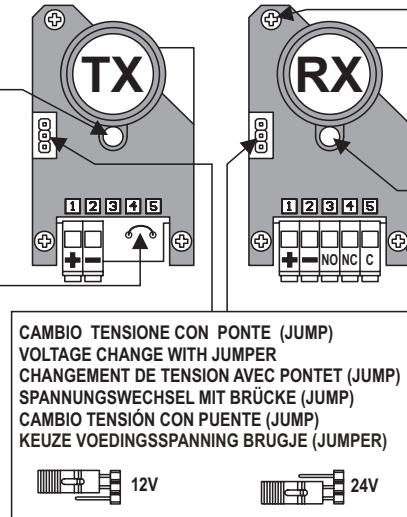

Fig. 3
Als twee paar fotocellen parallel met elkaar geplaatst worden, kan de werking verstoord worden doordat de infrarood straal van één zender beide ontvangers bereikt. Bij wisselspanning (AC) is het aanbevolen de synchronisatie bij beide zenders te activeren (Fig.3); indien dit niet mogelijk is mogen beide ontvangers NIET aan dezelfde kant geplaatst worden, de ontvangers en zenders moeten afwisselend geïnstalleerd worden (Fig.1a).
Per agevolare l'allineamento sia il Tx che l'Rx hanno il corpo interno montato su molle e tramite due viti si può orientare in orizzontale e in verticale (fig. 3) oltre a questo i ricevitori dispongono di un led rosso: che si spegne quando la fotocellula è centrata.
To facilitate alignment, the inside bodies of both the transmitter and receiver are mounted on springs and, with two screws, they can be swivelled horizontally or vertically (Figs. 3). Besides this, the receivers are fitted with a red LED that switches off when the photocell is centred.
Pour faciliter l'alignement, aussi bien le TX que le RX ont le corps interne monté sur des ressorts et il est possible de l'orienter verticalement ou horizontalement en agissant sur les vis (fig. 3); les récepteurs disposent en outre d'une diode électroluminescente rouge lequel s'éteint avec la précision du centrage.
Für eine leichtere Fluchtung ist der Innencorpus des Senders und des Empfängers auf Federn montiert und kann durch zwei Schrauben horizontal und vertikal verstellt werden (Abb. 3); darüber hinaus verfügen die Empfänger über eine rote LED, die erlischt, wenn die Fotozelle zentriert ist.
Para facilitar la alineación tanto el Tx como el Rx tienen el cuerpo interno montado sobre muelles y con dos tornillos puede orientarse horizontal y verticalmente (fig. 3), además estos receptores cuentan con un led rojo que se apaga cuando la fotocélula está centrada.
Om de fotocellen uit te lijnen zijn er in de behuizing twee stelschroeven met veren voorzien voor de horizontale en verticale uitlijning (fig. 3).